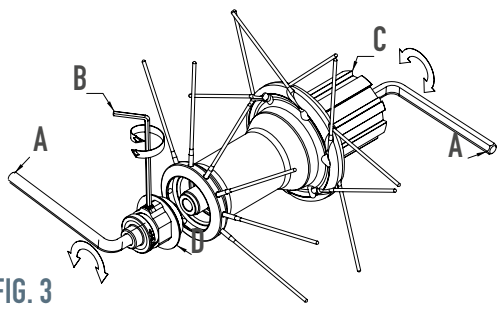

FIG. 3
- Inserite il perno nel corpo del mozzo facendo molta attenzione al corretto posizionamento dei cricchetti. e bloccate lo scontro mobile con coppia di chiusura pari a 15 Nm (Fig. 3).
- Allentate il grano (E) con una chiave a brugola da 2mm (B) (Fig. 3).
- Richiudete il grano (E).